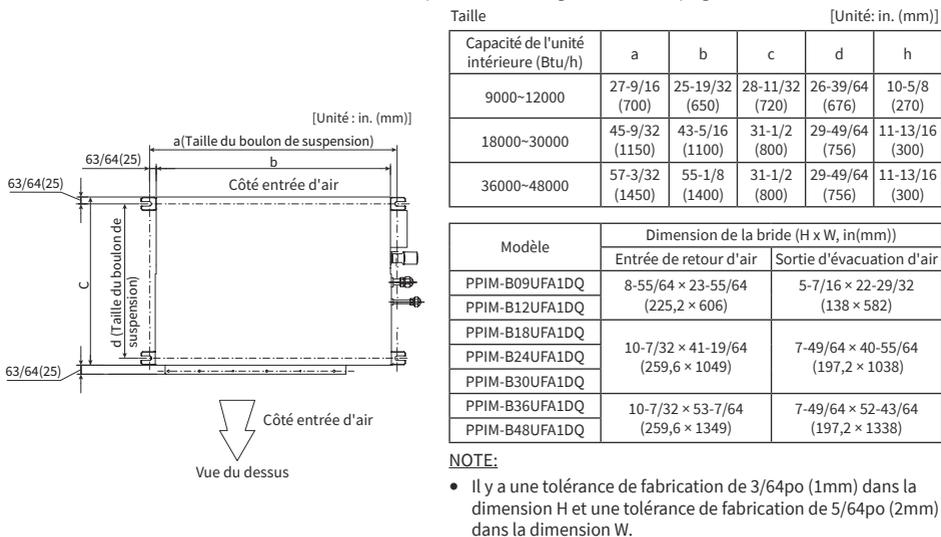

Figure 4.3 Boulons de suspension
2. Les dimensions de l'installation sont indiquées dans la figure 4.3 de la page suivante.